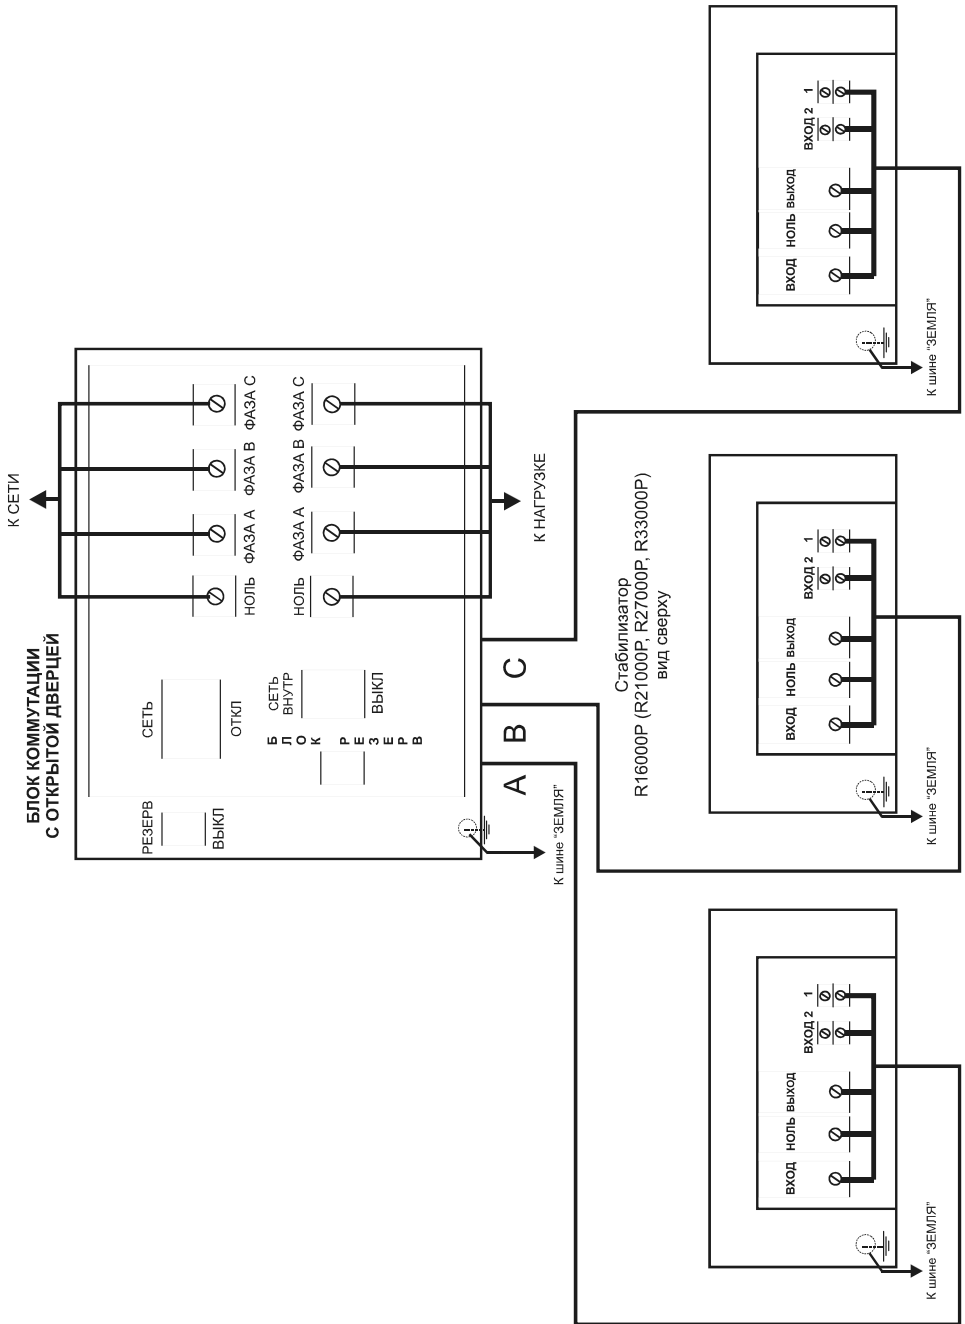

Рис.4. Подключение стабилизатора к сети и к нагрузке
3.5. Подключение стабилизатора R16000P и R21000P производить проводами сечением не менее 16 мм² в соответствии с рис.4. Подключение стабилизатора R27000P и R33000P производить проводами сечением не менее 25 мм² в соответствии с рис. 4.